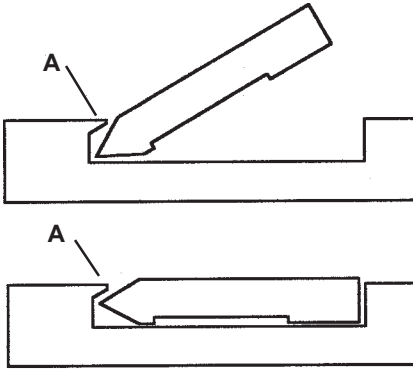

Abbildung 3
3. Halten Sie eine volle Ladung der Rahmennägel mit der Kleberseite nach unten in einem Winkel und mit den scharfen Spitzen der Nägel unter der Lippe der Magazinnut, wie unter **A** in Abbildung 3 gezeigt.